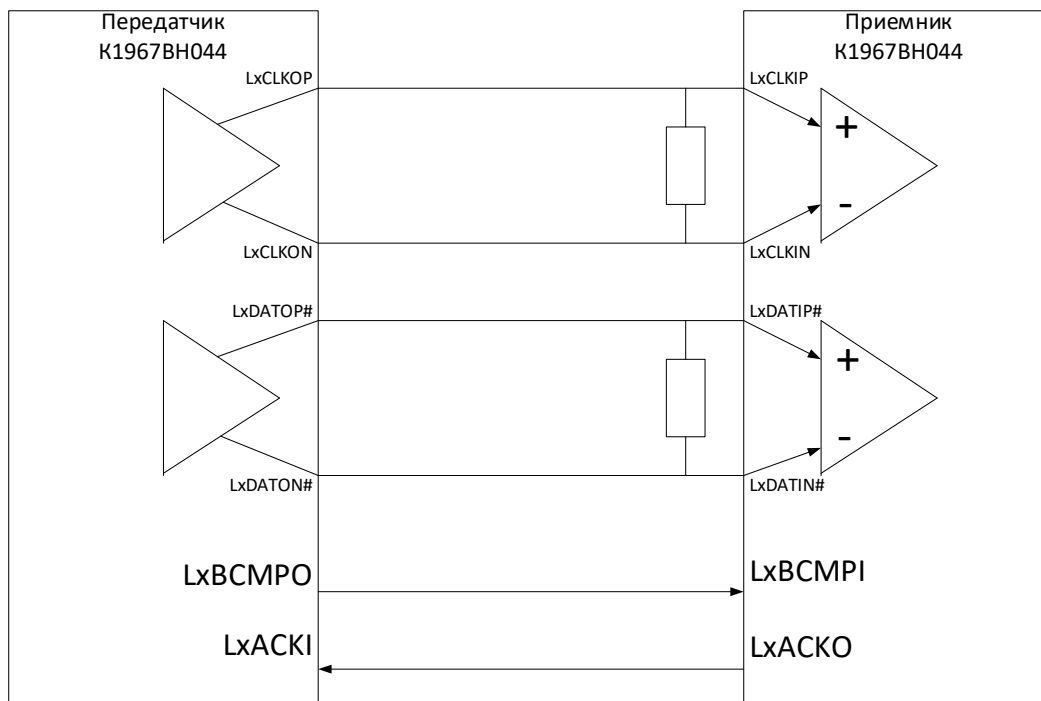

Рисунок 74 – Конфигурация передачи между процессорами
Передача сигналов LVDS требует дифференциального завершения. Рисунок 74 показывает процесс передачи через порт от одного процессора к другому. Внешние резисторы согласования (RT) 100 Ом должны быть установлены на плате как можно ближе к выводам микросхемы. Линии на плате должны быть по возможности одинаковыми для того, чтобы поддерживать одинаковое время задержки для всех выводов данных и тактовых сигналов.